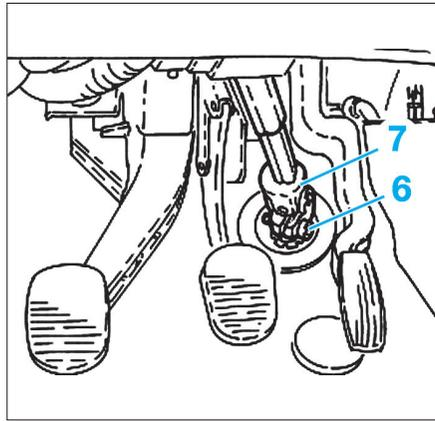

Fig. 8
- Déposer le renfort de berceau (2).
- Déposer la partie intermédiaire de l'échappement (3).
- Dévisser la vis de fixation (6) du cardan (7) de la colonne de direction sur le boîtier de direction (Fig.8).